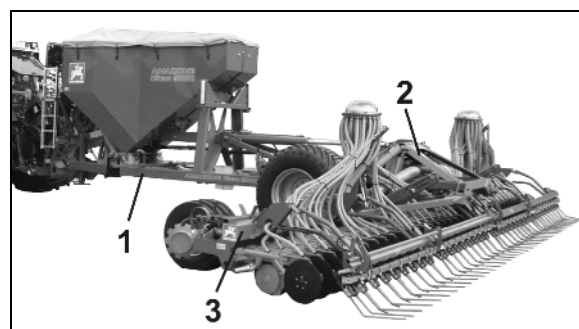

Рис. 22
- Колесо с почвозацепами (Рис. 22/1) посредством бесступенчатого редуктора приводит в действие дозирующие валы в дозаторе посевного материала.